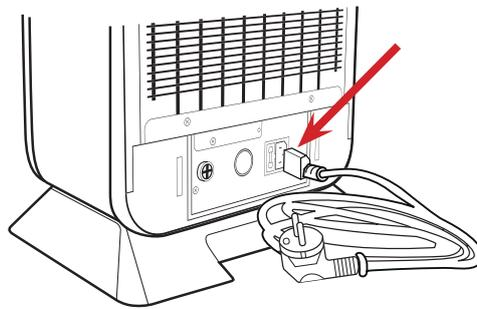

Fig. 16-1
17.7 – Inserire la presa IEC del cavo di alimentazione elettrica in dotazione nella spina IEC posizionata alla base del lato posteriore dell'apparecchio, nell'apposito vano allacciamenti, Fig. 16-1.